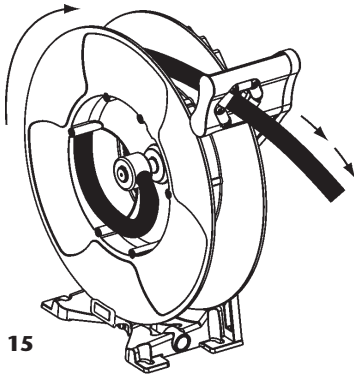

Fig. 15
1. Ziehen Sie den Schlauch ganz heraus und lassen Sie ihn einrasten (Fig. 15).